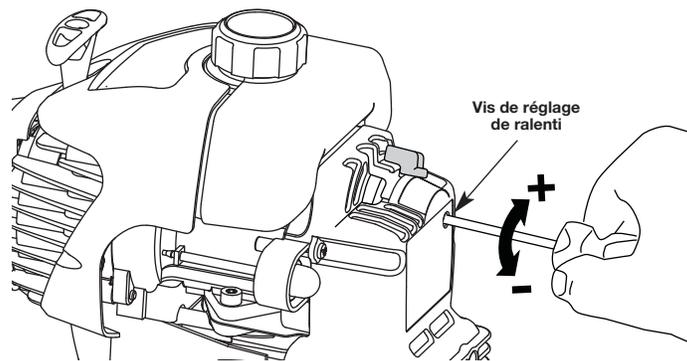

Fig. 37
Vous pouvez régler le ralenti du moteur à travers le couvercle du filtre à air/silencieux (Fig. 37).
2. Relâchez le levier d'accélérateur et laissez le moteur au ralenti. Si le moteur s'arrête, insérez un petit tournevis à embout cruciforme ou à tête plate dans le trou du couvercle du filtre à air/silencieux (Fig. 37). **Vissez** la vis de 1/8 de tour à la fois (selon le besoin), jusqu'à ce que le moteur tourne au ralenti.